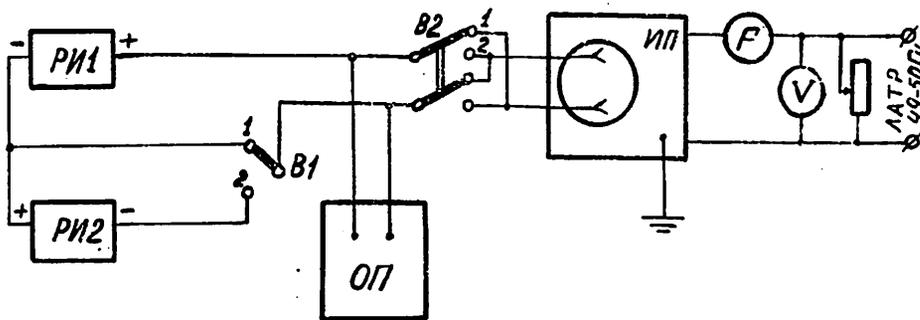

Рис.7. Схема для определения основной погрешности прибора.
2.3.1. Поверка прибора на поддиапазонах по схеме рис.7